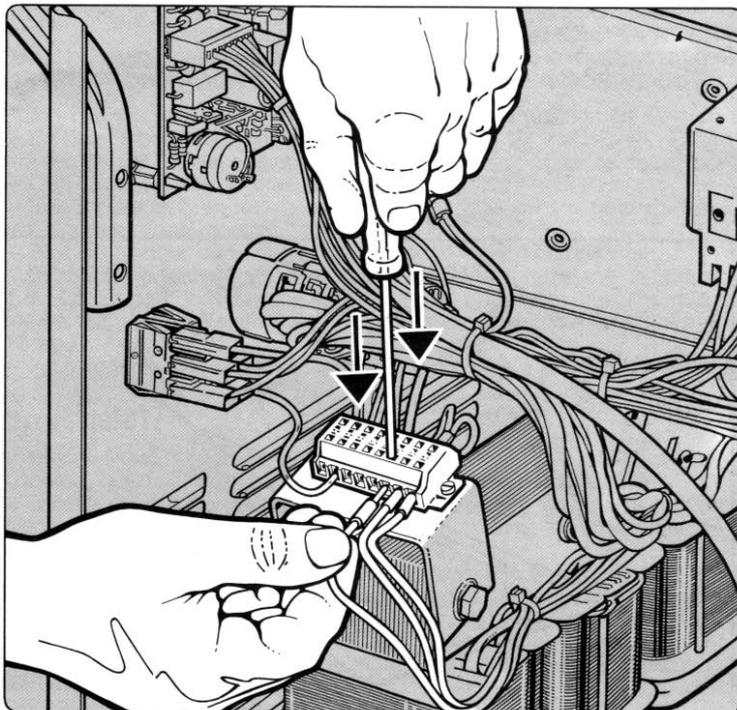

Bild 4
- Beim Drehstromgeräten besteht die Möglichkeit, die Nennspannung des Gerätes entsprechend Bild 4 zu ändern.